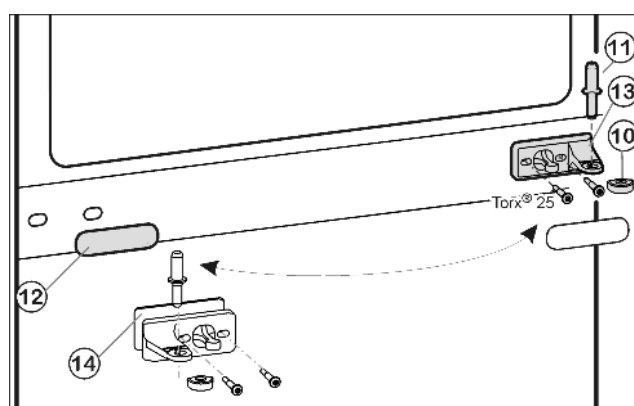
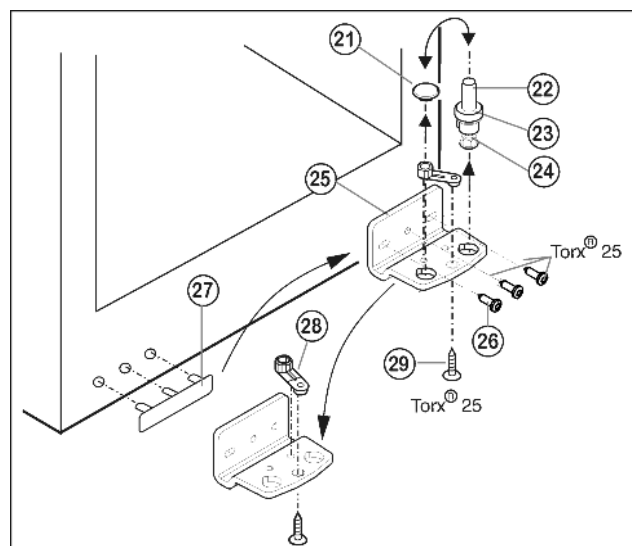

Fig. 5
Fig. 6
- ▶ Вытащите из опорного кронштейна и нижней дверцы средний опорный винт Fig. 5 (11).
- ▶ Снимите пластмассовый колпачок Fig. 5 (10).
- ▶ Открутите средний опорный кронштейн Fig. 5 (13) (2 шт. Torx® 25).
- ▶ Осторожно снимите накладку Fig. 5 (12).
- ▶ Прикрутите средний опорный кронштейн Fig. 5 (13) с подкладкой Fig. 5 (14) с поворотом на 180° на новую сторону шарнира (с моментом 4 Нм).
- ▶ Защелкните накладку Fig. 5 (12), повернув на 180°, на стороне, где теперь будет ручка.
- ▶ Извлеките опорный винт Fig. 6 (22) в комплекте с шайбой Fig. 6 (23) и регулируемой опорой Fig. 6 (24), вытягивая его вверх.
- ▶ Снимите пробку Fig. 6 (21).
- ▶ Открутите Fig. 6 (26) опорный кронштейн Fig. 6 (25).
- ▶ Открутите Fig. 6 (29) опорную деталь Fig. 6 (28) и, переставив в отверстие на противоположной стороне опорного кронштейна, снова прикрутите.
- ▶ Осторожно снимите и переставьте на противоположную сторону крышку со стороны ручки Fig. 6 (27).
- ▶ Снова прикрутите опорный кронштейн Fig. 6 (25) на новой стороне шарнира (с моментом 4 Нм). При необходимости используйте аккумуляторный шуруповерт.
- ▶ Переставьте пробку Fig. 6 (21) в свободное отверстие.
- ▶ Вновь установите опорный винт Fig. 6 (22) в комплекте с шайбой и регулируемой опорой. При этом фиксатор должен быть направлен назад.
- ▶ Установите нижнюю дверцу сверху на нижний опорный винт Fig. 6 (22).
- ▶ Снова наденьте пластмассовый колпачок Fig. 5 (10) на средний опорный кронштейн Fig. 5 (13).
- ▶ Вставьте средний опорный винт Fig. 5 (11) на новой стороне шарнира через средний опорный кронштейн Fig. 5 (13) в нижнюю дверцу.
- ▶ Установите верхнюю дверцу на средний опорный винт Fig. 5 (11).
- ▶ При необходимости выравнивайте дверцы через два продольных паза в нижнем опорном кронштейне Fig. 6 (25) и среднем опорном кронштейне Fig. 5 (13) параллельно корпусу устройства. Для этого выкрутите средний винт на нижнем опорном кронштейне Fig. 6 (25).